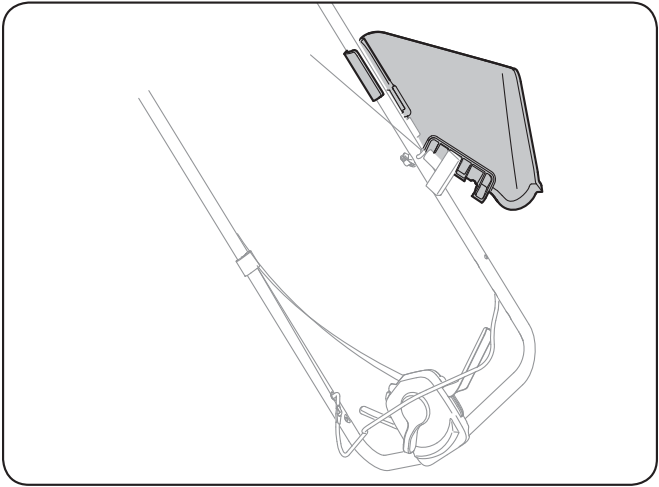

Figure 7-6
- La goulotte d'éjection latérale peut être munie d'une attache spéciale. Attachez ce type de goulotte contre le guidon, comme à la Figure 7-6.